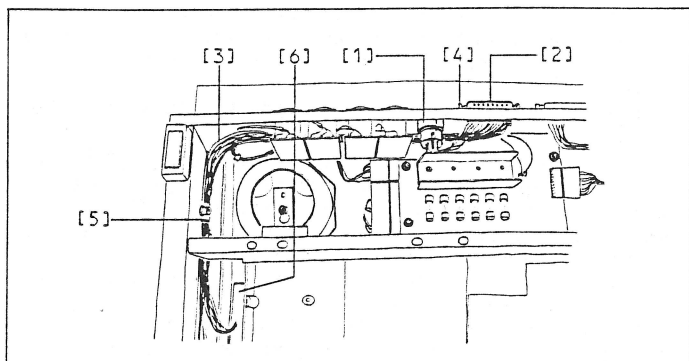

Fig. 1
- Die 5-polige XLR-Buchse [1] von oben in den freigeordneten Ausschnitt des Anschlussfeldes einsetzen und mit zwei Senkschrauben (IS-Schraubendreher Nr. 2) befestigen (siehe Fig. 1).
- Insert the 5-pole XLR socket [1] from the top into one of the free recesses in the connector panel. Fix it with two countersunk head screws (Allen key No. 2) (refer to Fig. 1).
- Der Kabelbund [3] kann nun hinter den XLR-Anschlüssen zur linken (bei Blick von hinten ins Gerät) Seitenwand geführt werden. Dort wird er mit der schon vorhandenen Kabelschelle [5] befestigt (IS-Schraubendreher Nr.3). Siehe Fig. 1.
- Ab da verzweigt sich der Kabelbund [3]; der Teil, der zur Kopfhörerbuchse führt, wird durch das hohe, rechteckige Loch [6] im Gusschassis nach vorne gefädelt. Siehe Fig. 1.
- Lead the wire harness [3] behind the XLR connectors to the left side wall (viewn from the rear) of the recorder. Fix it there with the cable clamp [5] already present (Allen key No. 3). Refer to Fig. 1.
- There, the wire harness [3] branches; the section with the headphones socket is guided through the upright rectangular hole [6] in the cast chassis towards the front of the recorder. Refer to Fig. 1.